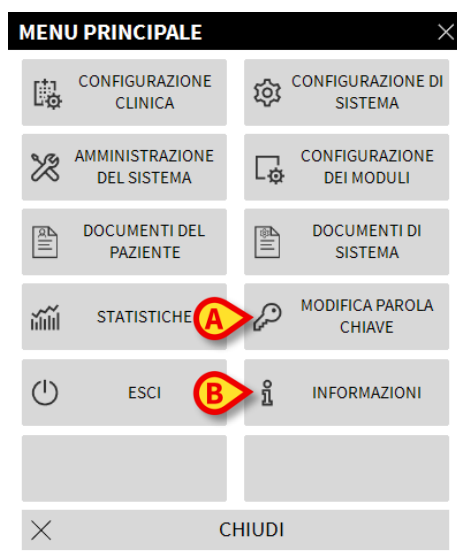

Fig 36
Premendo il pulsante **Modifica parola chiave** del menù principale DIGISTAT® (Fig 36 **A**) viene visualizzata una finestra che permette di cambiare la password dell'utente correntemente loggato nel sistema.
- cliccare il pulsante **Modifica parola chiave** (Fig 36 **A**).
Il pulsante **Informazioni** del Menù Principale DIGISTAT® (Fig 36 **B**) permette di visualizzare una finestra contenente informazioni sulla versione di DIGISTAT® installata e sulle relative licenze (Fig 38).